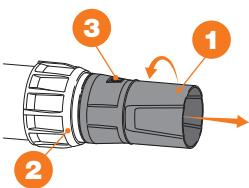

Рис. 5.2
- Отсоедините сопло **1** от трубы выдувания **2** (рис. 5.2.)